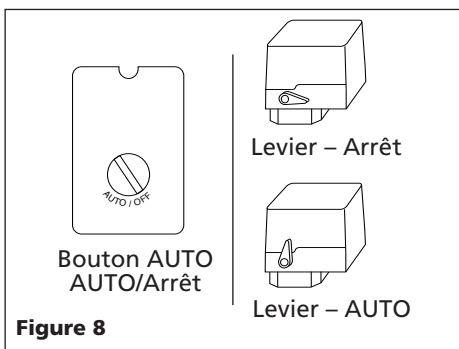

Figure 8
4. Tournez le levier ou le bouton du manostat à la position **AUTO** et faites fonctionner l'appareil pendant 30 minutes pour roder les pièces de la pompe (reportez-vous à la Figure 8).